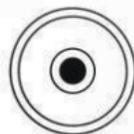

图 9
- (1) 调整仪器脚螺丝手轮，使圆水准泡居中。
- (2) 仪器转动 180° ，圆水准泡应在中心，否则必须校正。(图 9)